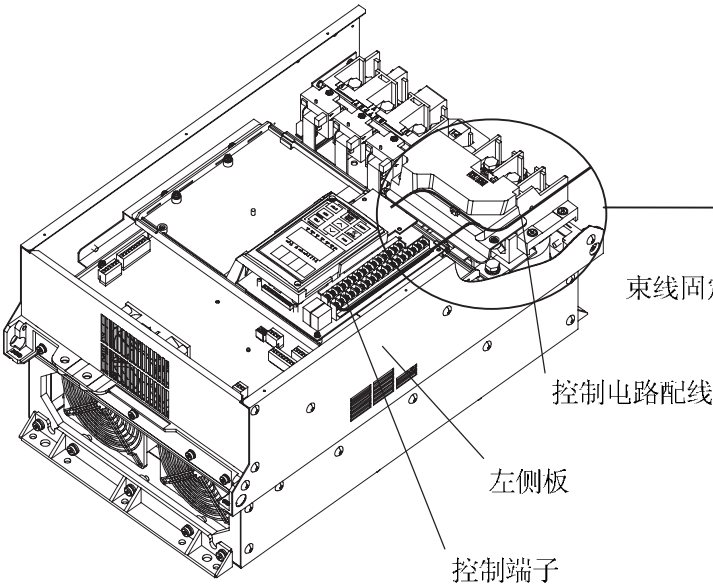

图 2-3-12
- ①应沿着变频器的左侧板引出，如图 2-3-12 所示。
- ②配线引出时，要用束线绑带（绝缘扣等）固定于主电路端子排左侧的固定孔 A。束线绑带要穿过固定孔 A（ $\phi 4$ ），所以其尺寸应为宽 3.5mm 厚 1.5mm 以下。
- ③另外，装用选件卡时，其信号线应固定于孔 B。